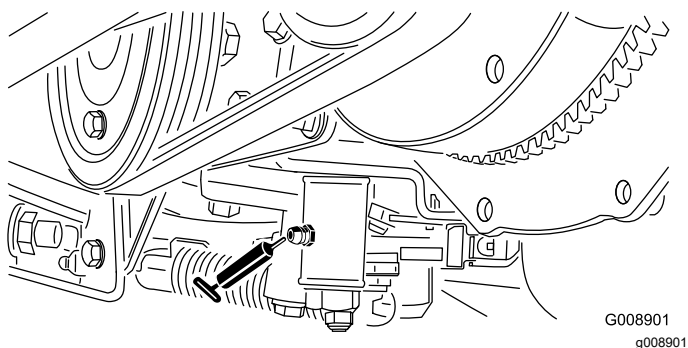

Figura 58
- Meccanismo di regolazione della folle (Figura 58)